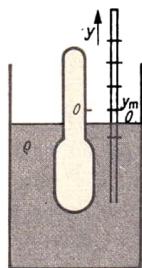

Bild 83
- 10.13** Ein Aräometer mit der Masse m und dem oberen Spindelquerschnitt A schwimmt, wie Bild 83 zeigt, in einer Flüssigkeit der Dichte ρ . Es wird um eine kleine Strecke von $y = 0$ bis $y = y_m$ angehoben und zum Zeitpunkt $t = 0$ losgelassen. Danach schwingt es vertikal um die Ruhelage. Der Einfluß der Reibung und der Bewegung der Flüssigkeitsoberfläche kann vernachlässigt werden. 1. Ermitteln Sie die Gleichungen für Periodendauer und Elongation der Bewegung. 2. Begründen Sie qualitativ, wie sich die Gleichung für die Elongation bei Berücksichtigung der Reibung ändert.